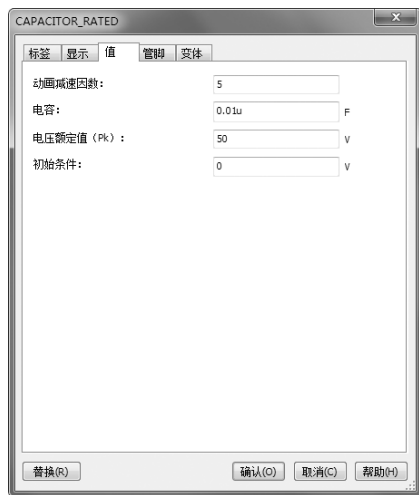

图 4-95 “CAPCITOR_RATED”对话框
- 1) 双击电容元器件 C1，弹出图 4-95 所示的属性设置对话框，在“值”选项卡“电容”栏中输入修改的参数值 0.01 u，单击“确认”按钮，完成属性值设置。